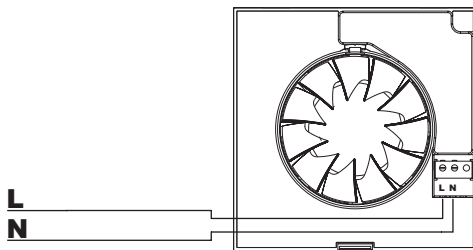

Fig.9
1) L'apparecchio si mette in moto automaticamente (fig.9) quando il livello di umidità nel locale è superiore al valore impostato. Si arresta quando il livello di umidità ritorna ad essere inferiore al valore desiderato e dopo il tempo fissato dal temporizzatore.